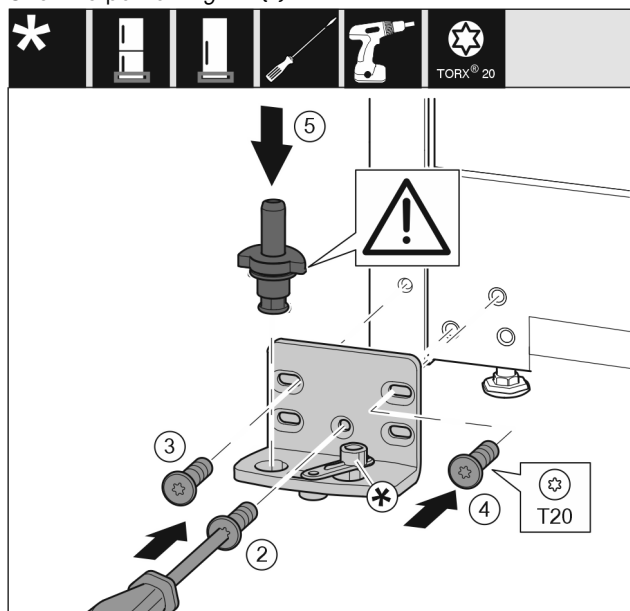

Fig. 43 *
- Ležajni podstavek namestite na drugo stran in ga po s pomočjo izvijača. Pričnite z vijakom Fig. 43 (2) spodaj na sredini.*
- Privijte vijak Fig. 43 (3) in vijak Fig. 43 (4).*
- Vstavite ležajni sornik Fig. 43 (5) do konca. Pri tem pazite na to, da je zaskočni zapah obrnjen nazaj.*